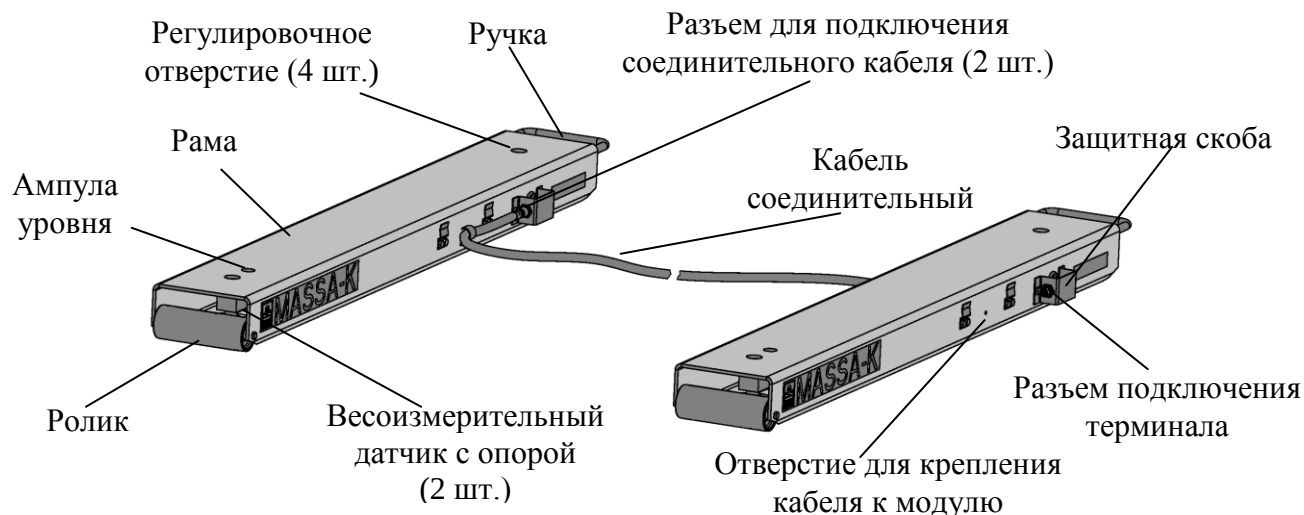

Рисунок 8.1 – Модуль взвешивающий 4D-B_
8.1.1 Модуль состоит из двух однотипных рам с весоизмерительными датчиками (см. рис. 8.1).
8.3.7 Закрепите соединительный кабель к рамам с помощью хомута, плотно затянув винт M6x10 (см. рис. 8.1).
8.3.9 Закрепите кабель для подключения терминала к модулю с помощью хомута, плотно затянув винт M6x10 (см. рис. 8.1).